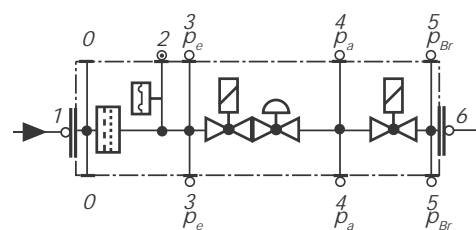

Рис. 50
- Заменяйте фильтр, если разница давления между точками 1 и 3 (Рис. 50) $p_r > 10$ мбар.